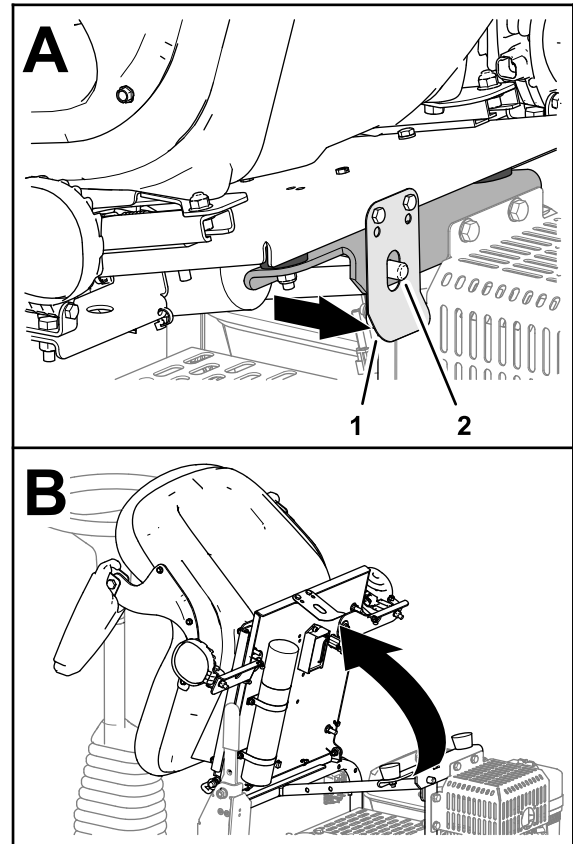

Figure 23
1. Tirez le verrou du siège en arrière jusqu'à ce qu'il soit écarté de la goupille de verrouillage (Figure 23).
2. Basculez le siège en avant (Figure 23).